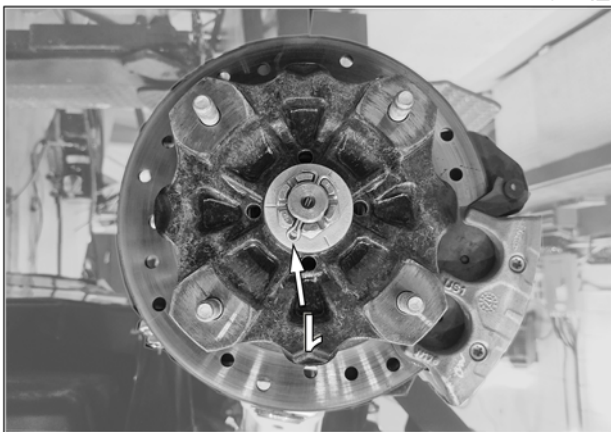

Fig. 8
8. S'assurer que la goupille fendue (1) ne produise aucune interférence lors de l'assemblage du moyeu de traction. Le moyeu de traction au moyeu doit se positionner sans résistance au moyeu du véhicule. Voir la Fig. 8